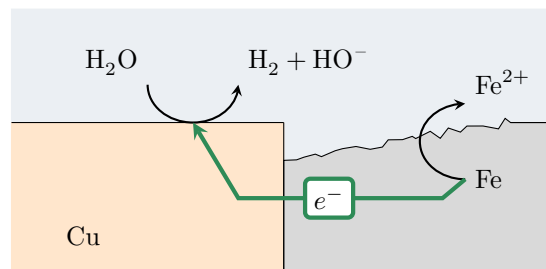

Figure 4 – Mécanisme microscopique de corrosion d'un radiateur.
**3** Voir figure 4. La corrosion du radiateur se manifeste surtout à proximité de la jonction car les électrons ont simplement moins de distance à parcourir pour atteindre le cuivre où a lieu la réduction de l'eau.